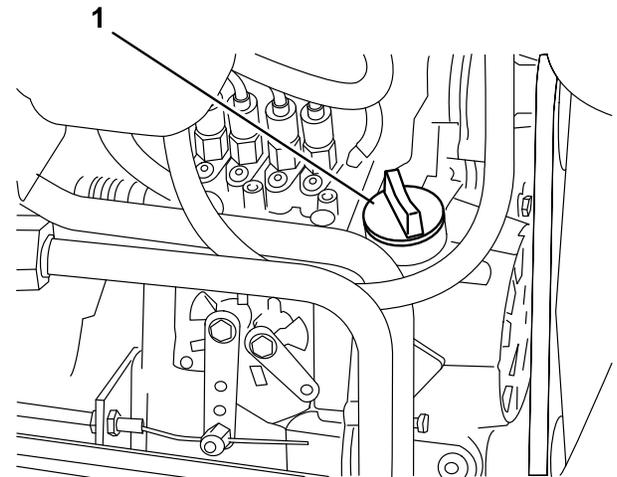

Figura 30
3. Si el nivel de aceite es bajo, retire el tapón de llenado (Figura 30) y añada suficiente aceite para que el nivel llegue a la marca FULL (lleno) de la varilla. No llene demasiado.